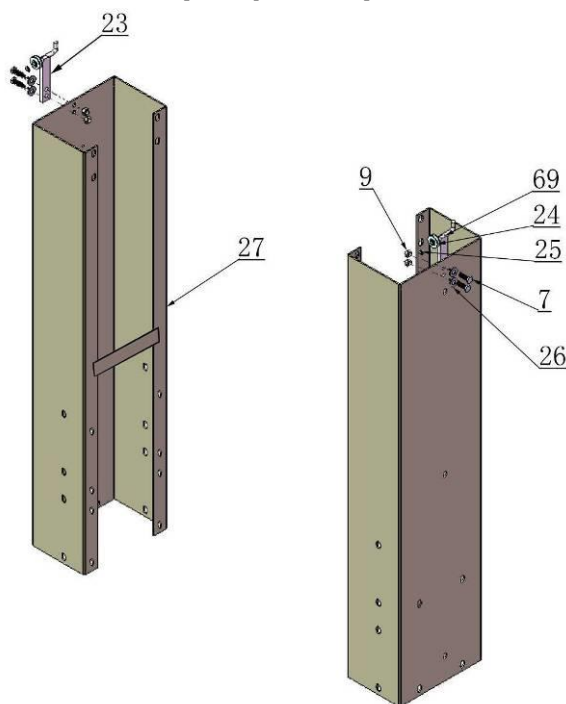

Рис. 12
D. Сборка удлинителей колонн (См. рис. 12).